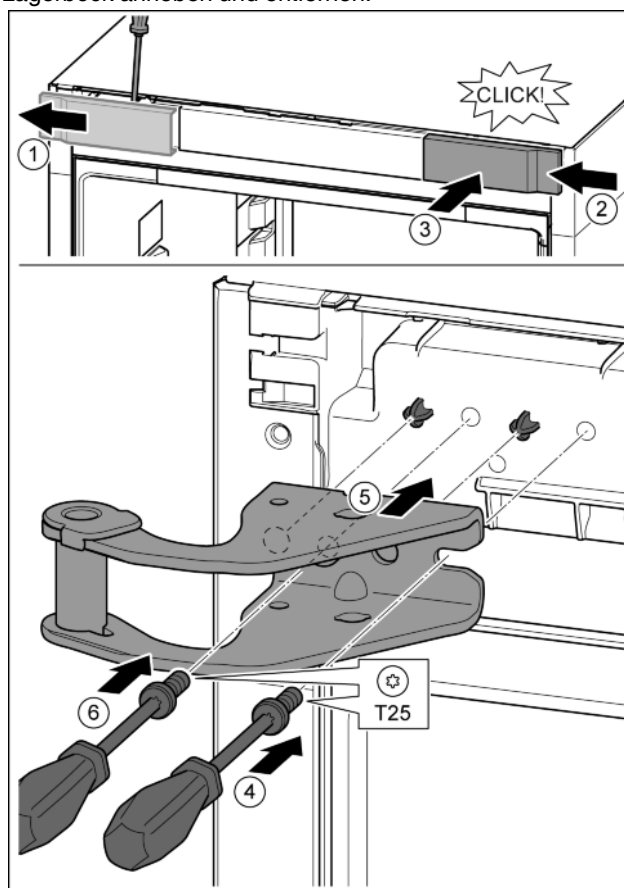

Fig. 14
- Abdeckung mit Hilfe eines Schraubendrehers lösen und seitlich abnehmen. Fig. 14 (1)
- Abdeckung um 180° gedreht auf der anderen Seite von rechts einhängen. Fig. 14 (2)
- Abdeckung einrasten. Fig. 14 (3)
- Schraube mit Schraubendreher T25 ansetzen. Fig. 14 (4)
- Oberen Lagerbock ansetzen. Fig. 14 (5)
- Schraube festdrehen. Fig. 14 (4)
- Schraube mit Schraubendreher T25 einsetzen und festdrehen. Fig. 14 (6)